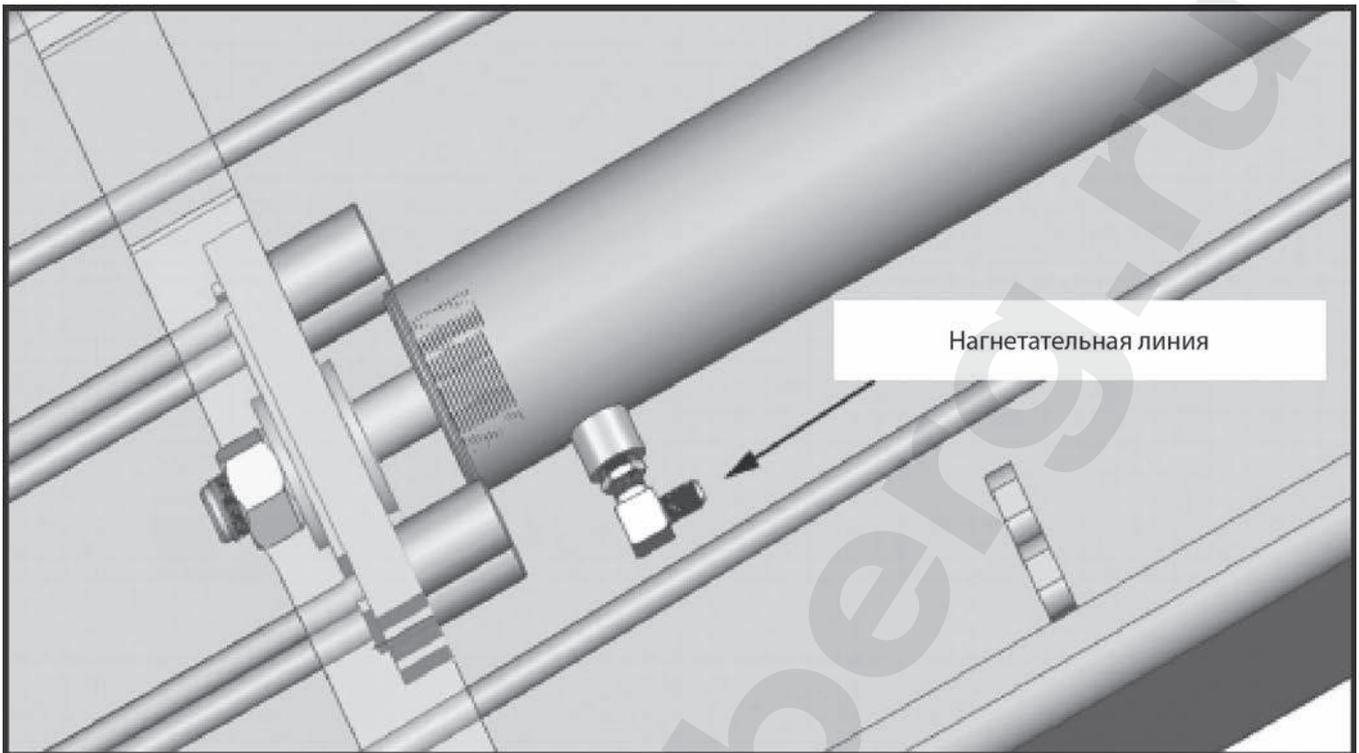

Рис. 10.3
2. Установите 90°-угловой фитинг на гидроцилиндре со стороны направляющей. Рекомендуется использовать ФУМ-ленту или другой уплотнитель для резьбовых соединений, см. рис. 10.3.